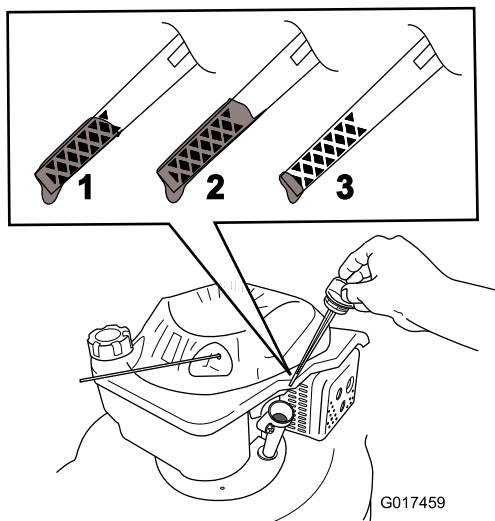

Figure 35
8. Sortez de nouveau la jauge et vérifiez le niveau d'huile (Figure 35).